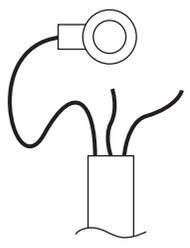

図6
2. アース線に規定の丸端子を圧着し、接地端子のネジで締め付けてください。(図 6 参照)